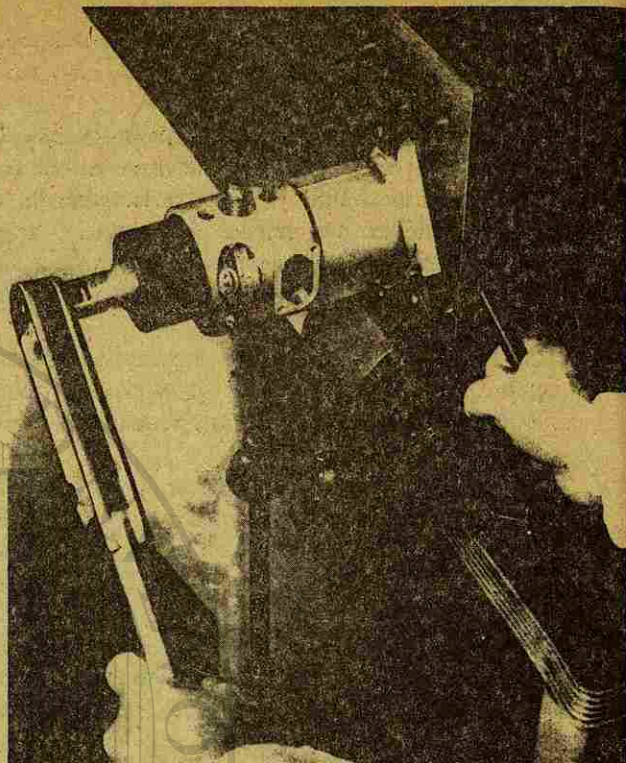

Fig. 39. Apriete o afloje del rotor de la bomba de trasiego.
29. Sujete el buje de transmisión con la herramienta 7144 773 y apriete el rotor de la bomba de trasiego al valor de torsión que le corresponda, utilizando la herramienta 7044 889 (Fig. 39).